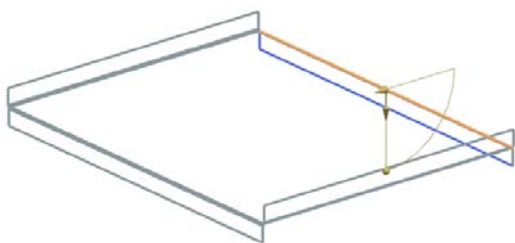

图 11-233 选择弯边
(9) 选择弯边, 同时在视图区预览显示所创建的弯边, 如图 11-233 所示。设置“宽度选项”为“完整”, “长度”为 15, “角度”为 90, “参考长度”为“外部”, “内嵌”为“材料内侧”, 在“让位槽”列表框中的“折弯止裂口”下拉列表框中选择“无”。